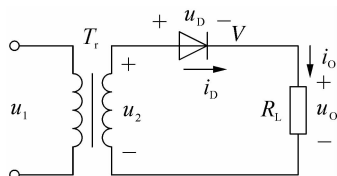

图 1-1-14 半波整流电路
1. 如图 1-1-14 所示的半波整流电路中,已知 $R_L = 100 \Omega$, $u_2 = 20\sin \omega t(\text{V})$,试求输出电压的平均值 U_O 、流过二极管的平均电流 I_D 及二极管承受的反向峰值电压 U_{RM} 的大小。